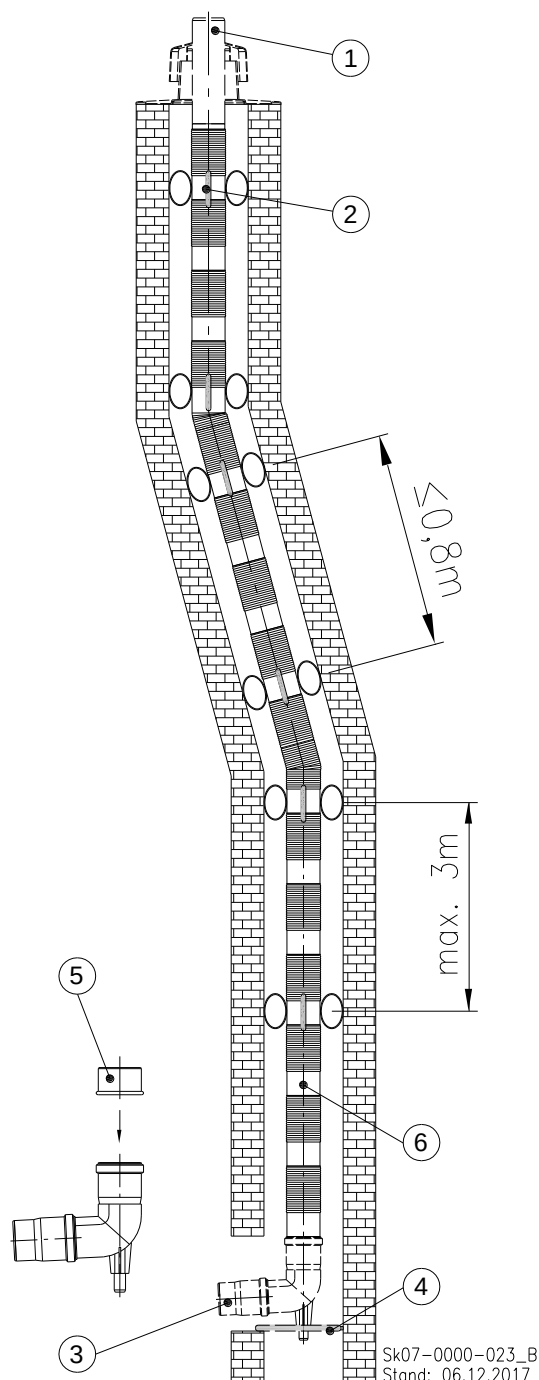
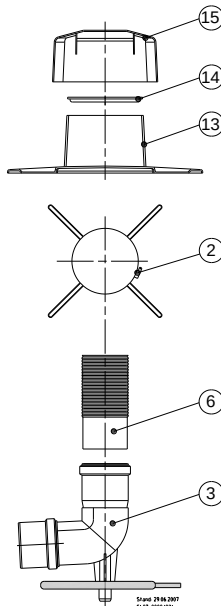

Abb. 45: Kaminsystem, flexibel
Abb. 47: Detail-Zeichnung Befestigung Schachtabdeckung
Legende zu Abb. 45:
- ➔ Säubern und entgraten Sie das Einsteckende des Abgasrohres ⑥ (s. Abb. 45).
- ➔ Reiben Sie das Einsteckende des Abgasrohres ⑥ mit säurefreiem Gleitmittel ein.
- ➔ Stecken Sie das sichtbare glatte Ende des Abgasrohres ⑥ in den auf dem Auflager sitzenden Stützbogen ③.
Legende zu Abb. 47:
- ➔ Schieben Sie als erstes das Unterteil der Schachtabdeckung ⑬ (s. Abb. 47) über das Leitungsende Abgasrohr ① (s. Abb. 45).
- ➔ Spreizen Sie die Flexrohrklemme ⑭ auf.
- ➔ Schieben Sie die aufgespreizte Flexrohrklemme über das Leitungsende bis zum Unterteil der Schachtabdeckung ⑬.